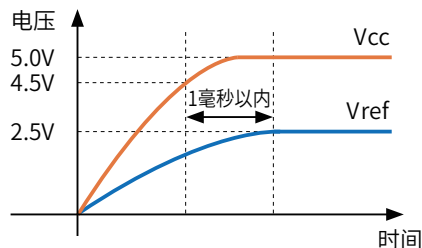

图6. Vcc启动序列
② 如图6所示，Vref端子的输出电压的稳定是在电流传感器的控制电源(Vcc)进入动作范围后1毫秒以内。如果电流传感器的控制电源(Vcc)变成动作范围外的4.5V以下时，Vref端子则不能保持输出值(2.5V)。